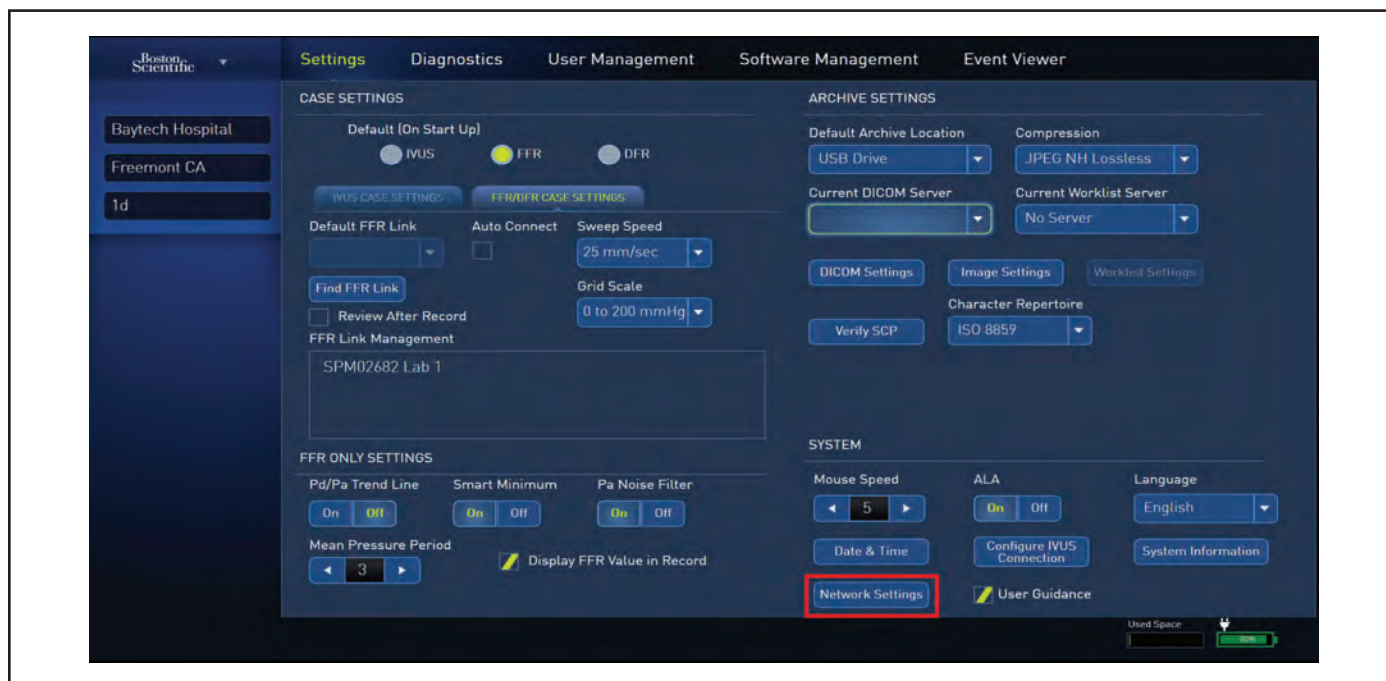

Figure 102. Écran System Utilities (Utilitaires du système)
- 6.6 Sélectionner l'onglet **Software Management** (Gestion des logiciels) (illustré à la figure 102).